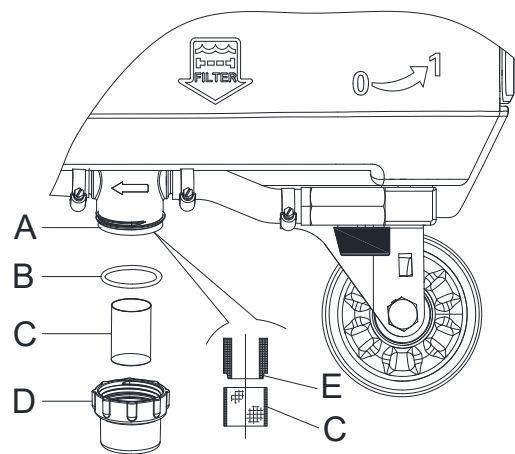

Figura 11
4. Quite la tapa (D, Figura 11), luego quite la rejilla filtrante (C). Límpielas y móntelas en el soporte (A).
Coloque correctamente la rejilla filtrante (C, Figura 11) en el alojamiento (E) del soporte (A).